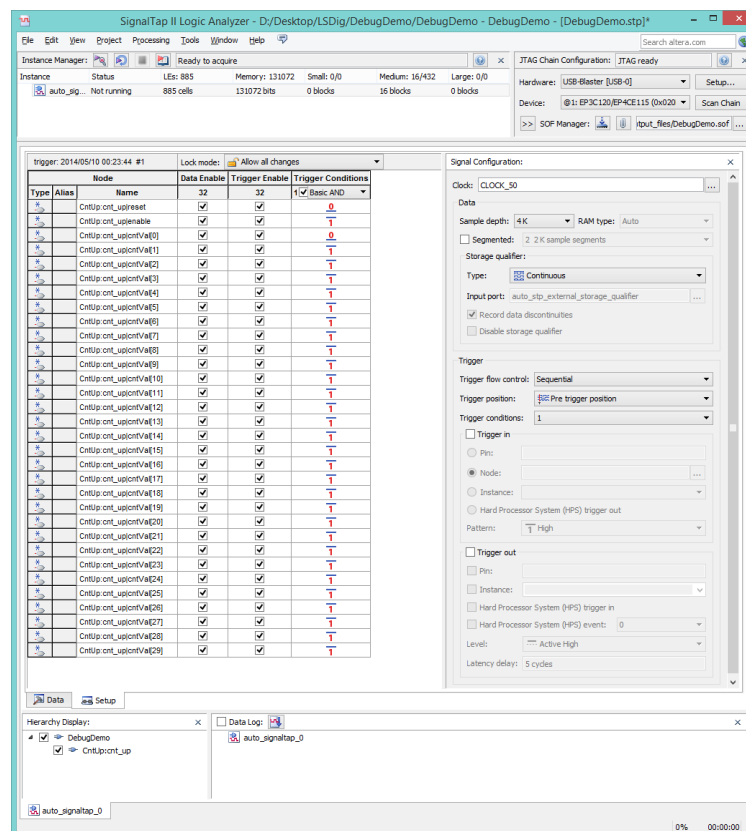

Figura 16 – Configuração do instante de disparo da captura (trigger) com base no valor dos sinais **reset**, **enable** e **cntVal1**.
10. Podem ser visualizados instantes particulares da contagem se forem definidas condições de *trigger* mais restritas. A título de exemplo, pode ser visualizado o instante de *wrap-around* do contador através da atribuição do valor “11...110” a *cntVal1*, o que leva a que a captura seja disparada um ciclo de relógio antes do contador voltar à contagem “00...00” (figura 16). Volte a executar o comando “*Processing* → *Run Analysis*” para efetuar a captura.